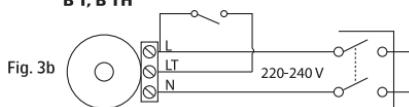

Fig. 4
5. Elanslutningar måste göras av en behörig installatör enligt kopplingsschemat, Fig. 3a–3b. Se till att ca 25 cm kabel finns tillgänglig från kabelingången så att elanslutningen kan utföras senare. Anslutningspunkterna framgår av Fig. 4. Hålet för strömingången är utstansat och täcks av en tunn plast som penetreras.